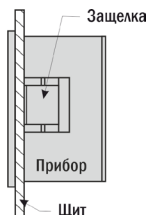

Рис. 2 – Установка прибора
3. Закрепите прибор в щите с помощью двух защелок по бокам корпуса таким образом, чтобы щит оказался между передней панелью и защелкой (рис. 2).